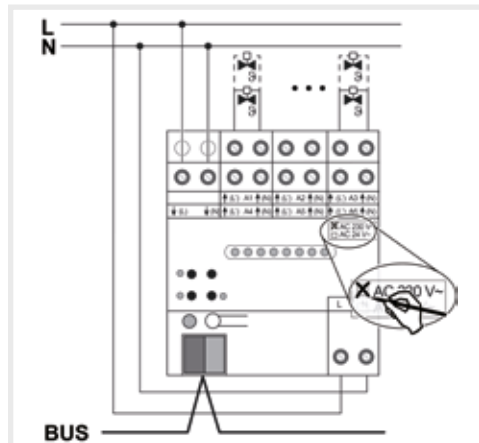

Figure 3 : Raccordement des servomoteurs 230 V
- Raccorder les servomoteurs 230 V AC conformément au schéma de raccordement (figure 3).